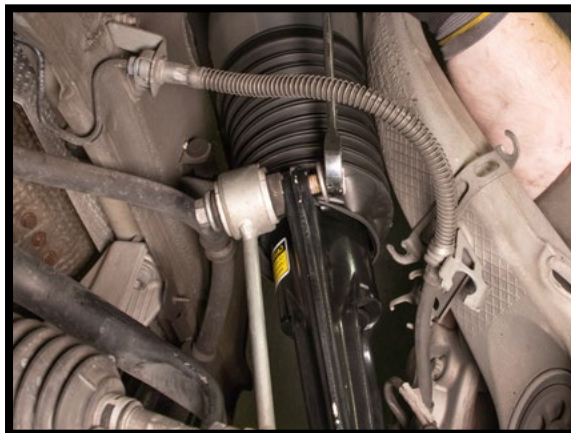

图19
3. 重新装上横向稳定杆连杆。重新安装横向稳定杆连杆螺母。按照制造商的规范拧紧。(图19)